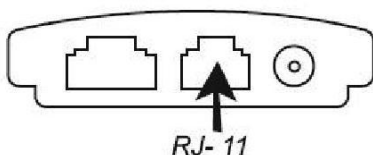

Fig. 47
2. Conecte o cabo RS-232 com o conector RJ-11 na parte inferior do lado do controle, mostrado na fig. 47, e uma porta de comunicação serial COM no seu computador.